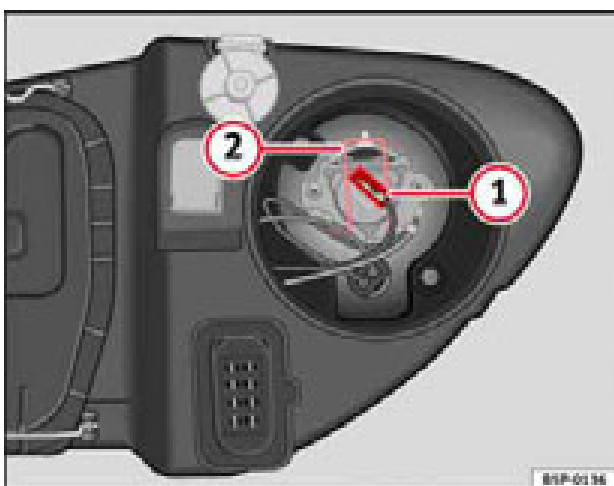

Fig. 160 Luz de carretera
- Extraiga el conector ⇒ fig. 160 ① de la lámpara.
- Presione el resorte ⇒ fig. 160 ② hacia dentro y hacia la derecha.